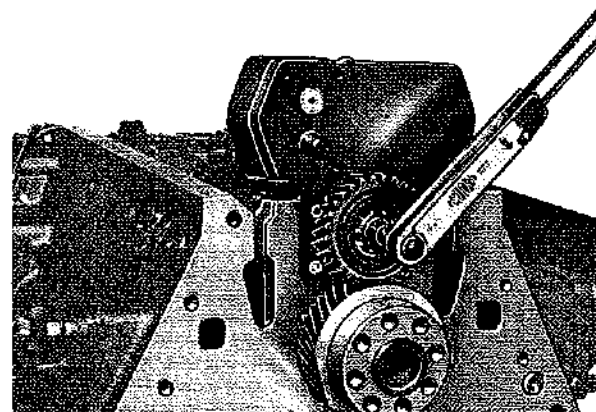

Fig. 30
- Distanziale, ingranaggio e rondella di fermo su perno bloccando a 3 kgm. (Fig. 30).